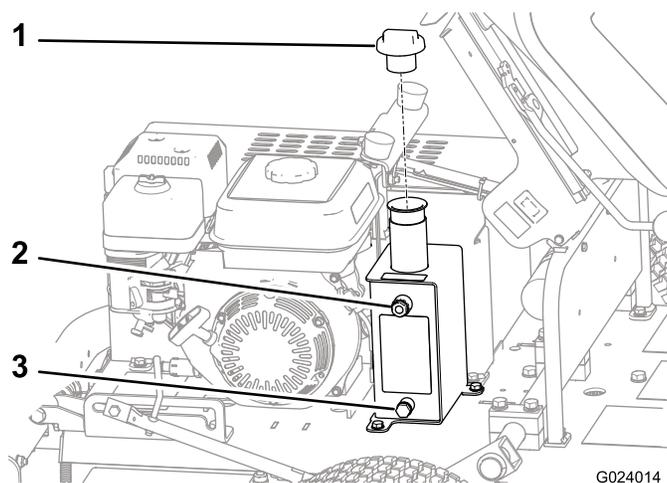

Figura 32
3. Localice la mirilla (Figura 32) en el lado del depósito de aceite hidráulico.
4. Si el nivel de aceite es bajo, retire el tapón de la parte superior del depósito (Figura 32) y añada suficiente aceite para que llegue al nivel correcto de la mirilla.
1. Coloque un recipiente debajo del tapón de vaciado del depósito hidráulico (Figura 32).
2. Retire el tapón del lado del depósito (Figura 32).
8. Retire el tapón del depósito de aceite (Figura 32).